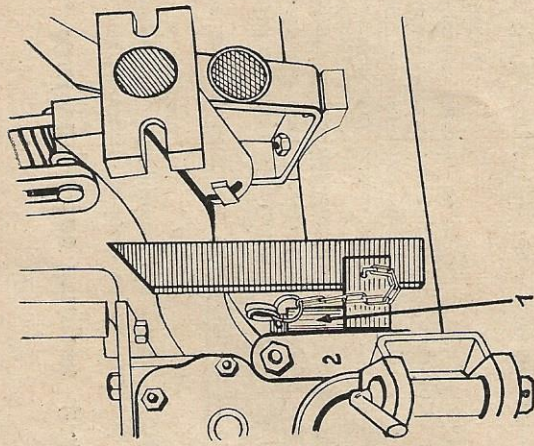
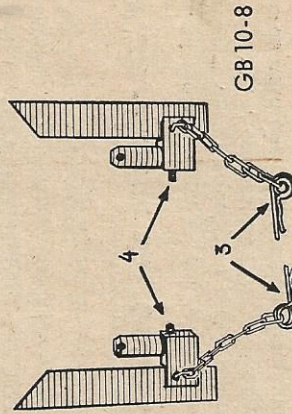

Abb. 3
Abb. 4
Durch den nach rechts außen versetzten Pflug entsteht ein Seitendruck auf den Vordergrindel in Richtung Schleppermitte. Dieser Seitendruck wird durch einen zusätzlich einstellbaren Anschlag (Abb. 3) abgestützt. Zur Geräte-Aushebevorrichtung werden bereits serienmäßig 1 Paar Anschläge (Abb. 4) ausgeliefert. Die Aufnahmehülsen (1) hierfür befinden sich an der Anhängervorrichtung (2) des Schleppers. Mit je einem Federsplint (3) werden die Anschläge gegen Herausfallen nach unten gesichert. Mittels einer Stellschraube (4) sind die Anschläge am Schlepper so einzustellen, daß sie sich nicht verdrehen können. Diese Einstellung wird nur einmal vorgenommen.